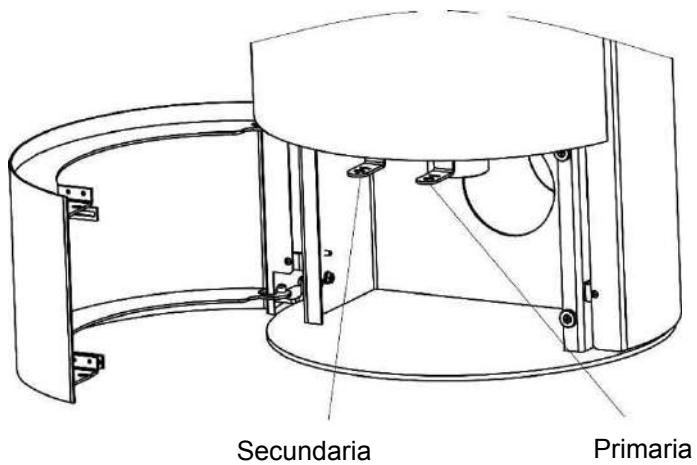

Figura 2
- 2) Abrir el aire primario al 100% (ver figura 2).